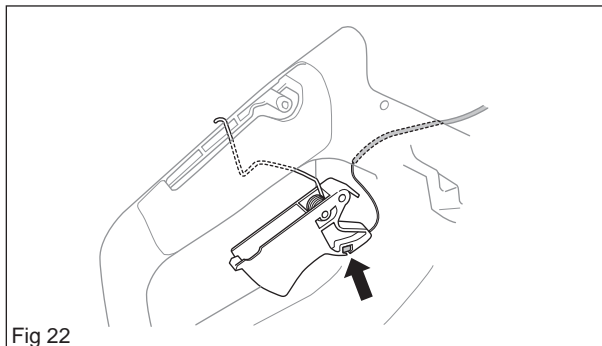

Fig 22
Monter le câble d'accélération (A), la commande d'accélération (B) et le ressort (C) (voir la figure 22).